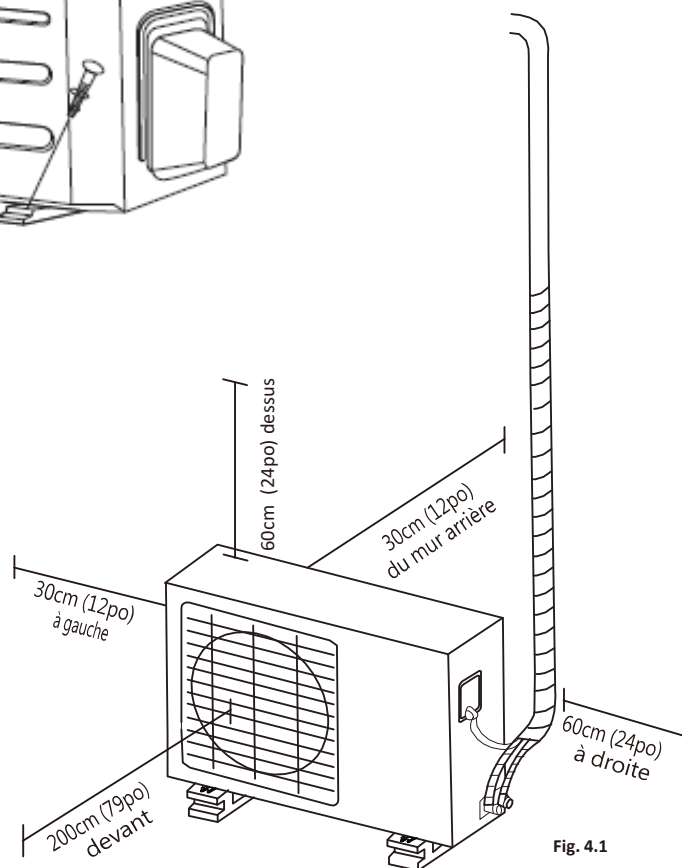

Fig. 4.1
- Toutes les exigences spatiales indiquées (**Fig. 4.1**) sont respectées